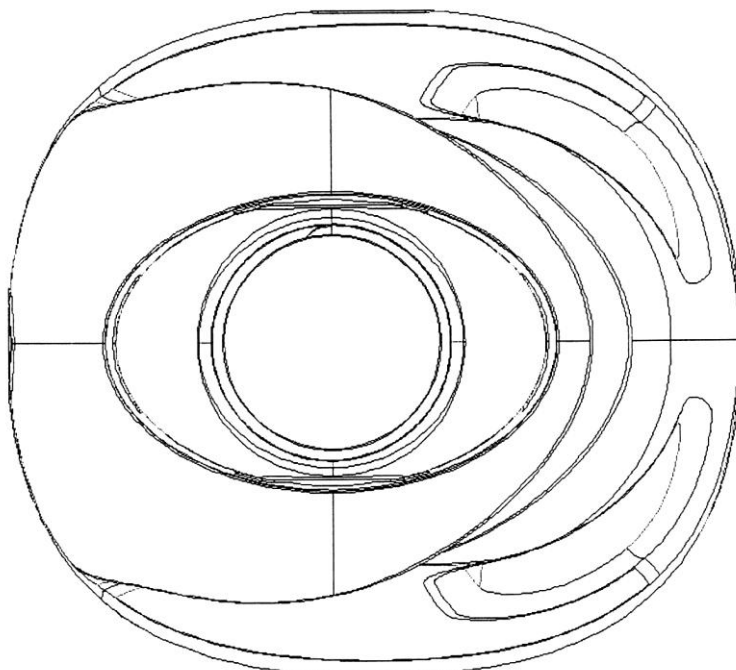

Fig. 17
- fig. 17 - odmianę 3 butelki w widoku z góry,